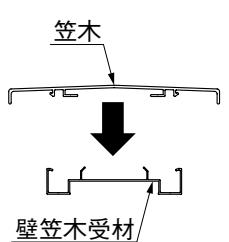

図13-10
- ❹ 笠木を壁笠木受け材にはめ込んでください。（図13-10参照）